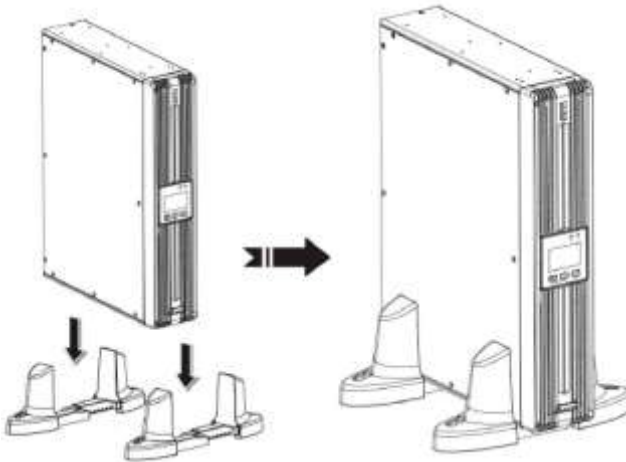

Рисунок 3-10: Поместите ИБП на подставки для вертикальной установки (опция)
- 6 Установите ИБП на подставках для вертикальной установки (требуется как минимум два человека). См. **Рисунок 3-10**.